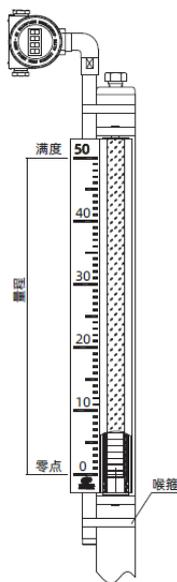

图 5 安装操作
| 6.2 安装操作过程-图 5            | 7  |
### 6.2 安装操作过程-图 5
6.2.1 安装远传装置时，如图 5 将远传装置的零点满度（出厂已标记）与测量管上的就地指示器的 0 刻度满刻度一一对应后，用喉箍固定即可。